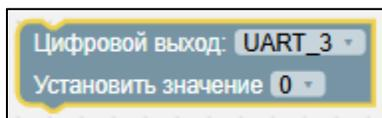

Рисунок 63 – Блок «Цифровой выход: UART_X»
- 1) Блок «Цифровой выход: UART_X» (см. Рисунок 63) – конфигурирует выбранный аппаратный UART для работы в режиме цифрового выхода и устанавливает на его выходной линии высокий или низкий логический уровень.